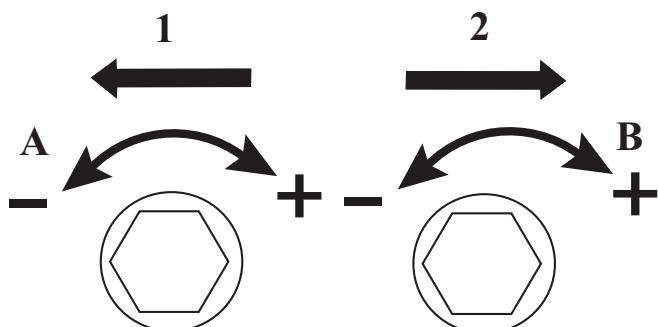

Рис. 6. Настройка концевых выключателей
**ВНИМАНИЕ:** Направление вращения привода указывают стрелки 1 и 2 на блоке концевых выключателей электропривода (Рис.6).